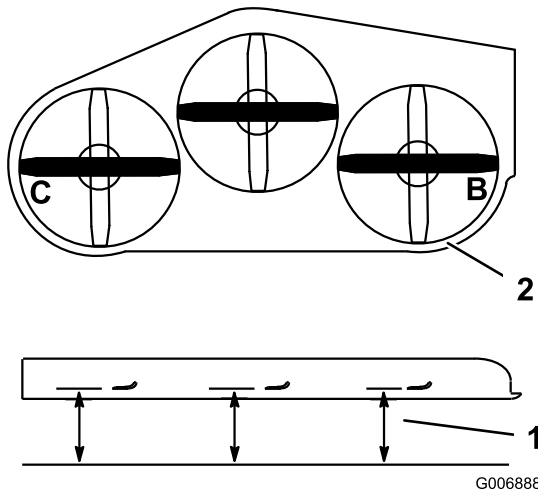

Figura 92
1. Coloque la cuchilla **derecha** en posición lateral (Figura 92).
3. Mida la cuchilla derecha en la posición **B** desde una superficie nivelada hasta el filo de corte del extremo de la cuchilla (Figura 92).
5. Coloque la cuchilla izquierda en posición lateral (Figura 92).
6. Mida la cuchilla izquierda en la posición **C** (Figura 92) desde una superficie nivelada hasta el filo de corte del extremo de la cuchilla.